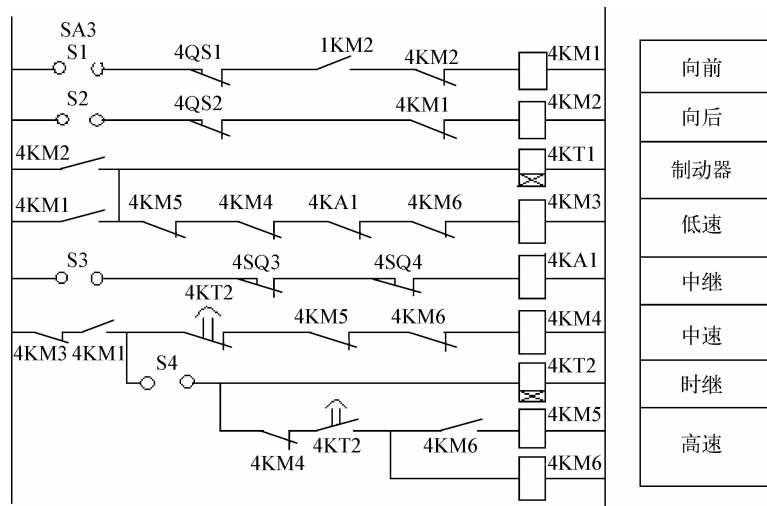

图 2-48 小车行走控制线路
4. 图2-48是小车运行控制电路,向前运行的接触器线圈4KM1支路中串入了接触器线圈4KM2,这种方式称为_____ ;4QS1、4QS2的作用是_____ ;在高速控制接触器4M5支路中的时间继电器4KT2触点类型是_____ 。